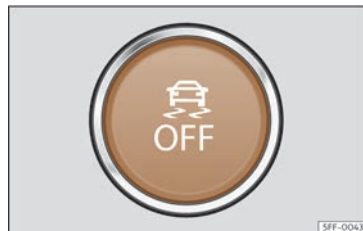

Fig. 191 A la part inferior de la consola central: botó per connectar/desconnectar l'ESC
- L'ESC en mode "Sport" es pot desconnectar i connectar mitjançant una pulsació curta al botó  de la consola central» **fig. 191**.
- L'ESC es pot desconnectar mitjançant una pulsació llarga al botó  de la consola central >>> **fig. 191** i es pot tornar a connectar mitjançant una pulsació curta.